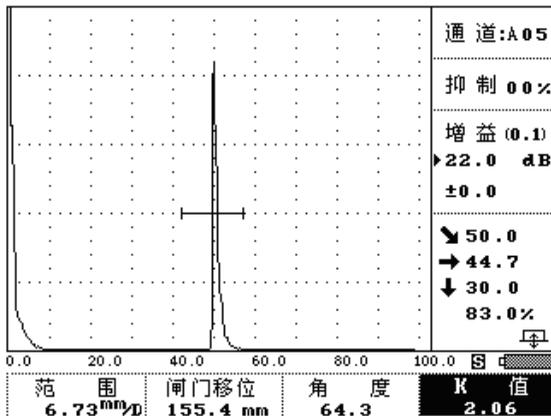

图 3-2-5
- ③ 按   键或左右转动旋钮来调节 K 值或探头角度。同时观察数据显示区的垂直距离显示。当垂直距离为 30mm 时，此时的 K 值或角度就是此斜探头的 K 值或探头角度。如图 3-2-5 所示。